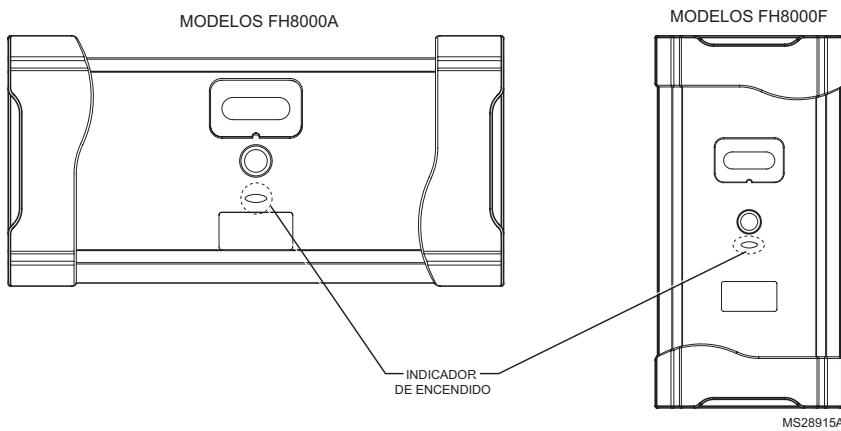

Fig. 17. Indicador de encendido.
- La luz del indicador de encendido, ubicada debajo del interruptor de encendido del limpiador de aire mejorado Honeywell, se iluminará (ver Fig. 17).
El limpiador de aire mejorado Honeywell tiene una luz del indicador de encendido ubicada en la puerta ver Fig. 17 en la página 19). Esta luz del indicador de encendido se ilumina cuando se instala la puerta del limpiador de aire mejorado Honeywell, cuando el interruptor de encendido está en la posición “ON” (encendido) Y cuando el soplador del controlador de aire o el soplador del equipo de calefacción están en funcionamiento, y (para los modelos FH8000A) cuando se detecta flujo de aire. Si la luz del indicador de encendido no se ilumina, siga los siguientes pasos para localizar y solucionar el problema.